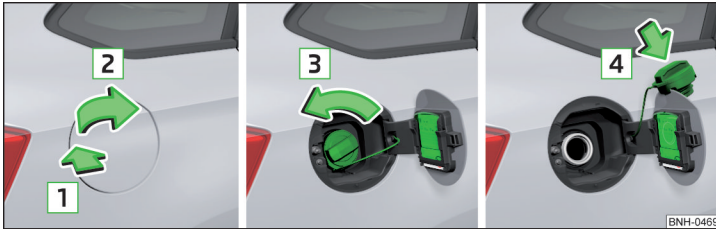

Abb. 235 Tankklappe aufklappen / Tankverschluss herausdrehen / Tankverschluss auf die Tankklappe stecken
- Auf die Tankklappe in Pfeilrichtung **1** drücken und diese in Pfeilrichtung **2** aufklappen » Abb. 235.